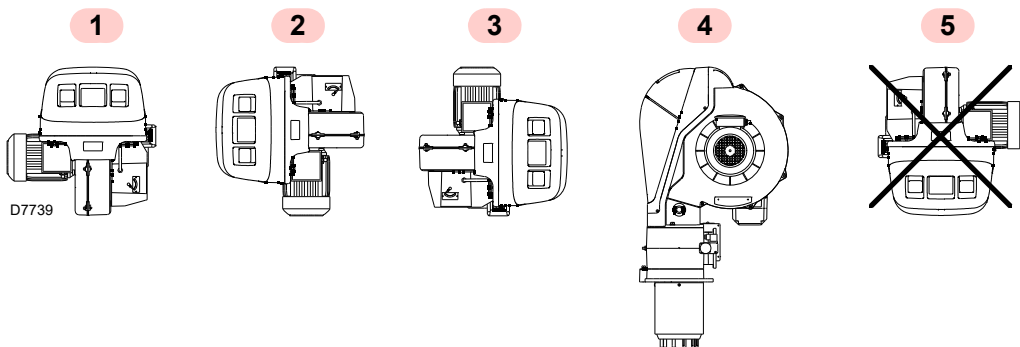

Fig. 12
- Arzătorul a fost pregătit exclusiv pentru funcționare în pozițiile 1, 2, 3 și 4 (Fig. 12).